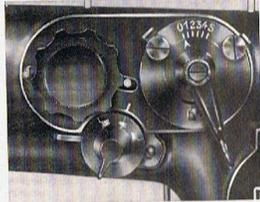
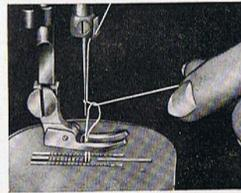
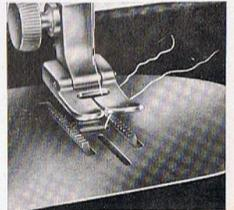
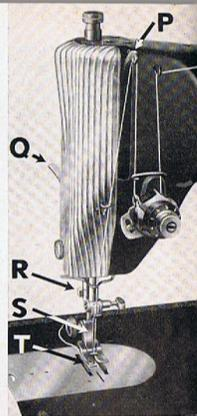

Abb. 16
Abb. 17
Abb. 18
Abb. 19
Die Einstellung des Oberstichhebels und des Anschlaghebels, die zum Herstellen von geraden Nähten notwendig ist, zeigt Abb. 16 Seite 14. Zum Nähen hole man zunächst den Unterfaden herauf. Man halte hierzu das Ende des Oberfadens lose in der linken Hand und drehe mit der rechten Hand das Handrad auf sich zu, bis die Nadel unter Nachgeben des mit der linken Hand gehaltenen Unterfadens herunter und wieder auf ihren höchsten Punkt gegangen ist und der Fadenanzughebel P, Abb. 19, ebenfalls auf seinem höchsten Punkt steht. Durch Anziehen des Oberfadens befördert man den Spulfaden an die Oberfläche, wie in Abb. 17 gezeigt. Dann lege man beide Fäden unter den Presserfuß, und zwar schräg, auf den Transporteur nach links oder rechts, je nachdem, auf welche Seite der Nadel das Nähgut gelegt wird, so daß beim Senken des Presserfußes die Fäden zwischen Transporteur und Presserfuß festgeklemmt werden (s. Abb. 18).
**Der Beginn des Nähens** (Abb. 19). Man achte darauf, daß der Fadenanzughebel P, Abb. 19, auf seinem höchsten Punkt steht. Dann bringe man den Nadelausschlaghebel (s. Seite 22) und den Überstichhebel (s. Seite 24) in die gewünschte Stellung. Beim Zickzacknähen drehe man für den ersten Einstich das Handrad auf sich zu, bis die Nadel bei linksseitigem Nadelausschlag auf der linken Seite und bei rechtsseitigem Nadelausschlag auf der rechten Seite einsticht.
Man lege das Nähmaterial unter den Presserfuß S (Abb. 19), lasse die Nadel in den Stoff einstechen und senke den Presserfuß durch Herablassen des Presserfußhebels Q (Abb. 19). Man halte die Fäden, die schräg nach hinten unter dem Presserfuß liegen, fest und beginne mit dem Nähen.
**Das Wegnehmen der Arbeit.** Man halte die Maschine an und achte darauf, daß der Fadenanzughebel P, Abb. 19, seine höchste Stellung einnimmt. Dann stelle man den Presserfuß S nach oben, ziehe den Stoff nach links hinten weg, schneide die Fäden mit dem Fadenabschneider R, Abb. 19, ab und lege sie wieder, wie in Abb. 18, Seite 15, gezeigt, schräg über den Transporteur T nach hinten.